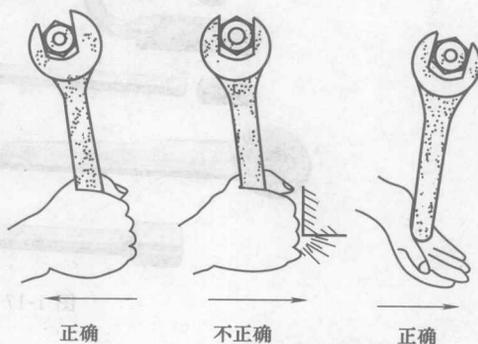

图 1-14 开口扳手使用方法
② 使用开口扳手时，为使扳手不致损坏和滑脱，应使受力大的部位靠近扳口较厚的一边，如图 1-14 所示。